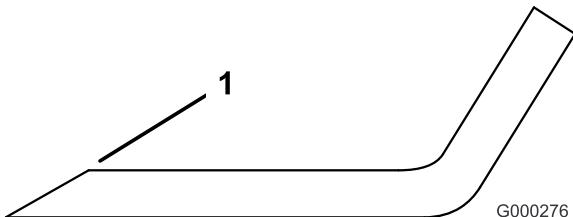

Figura 60
- Utilice una lima para afilar el filo de corte en ambos extremos de la cuchilla (Figura 60). Mantenga el ángulo original. La cuchilla permanece equilibrada si se retira la misma cantidad de material de ambos bordes de corte.